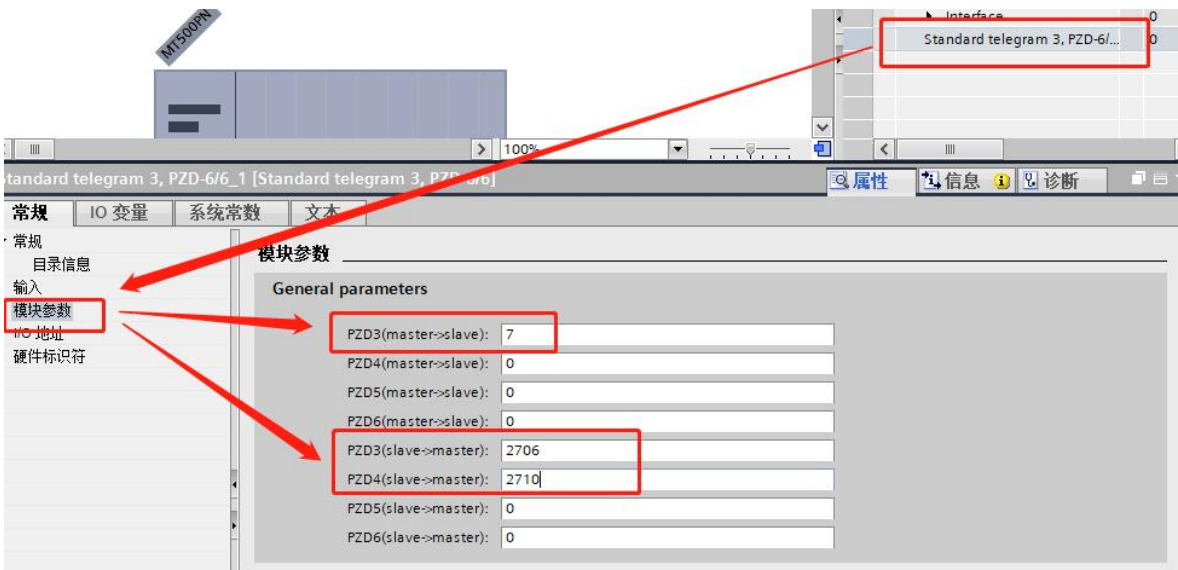

图 25 设置 PZD 功能码
(3)如图 25 所示：在“设备概览”中选中模块，在下面的“属性”->“模块参数”中设置 PZD 映射的功能码。